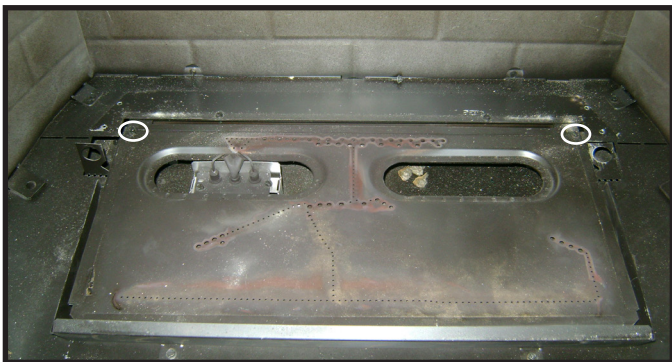

Figure 4.9 Retirer les vis des coins arrière du brûleur
7. Retirez les deux vis des coins arrière du brûleur Voir la figure 4.9.